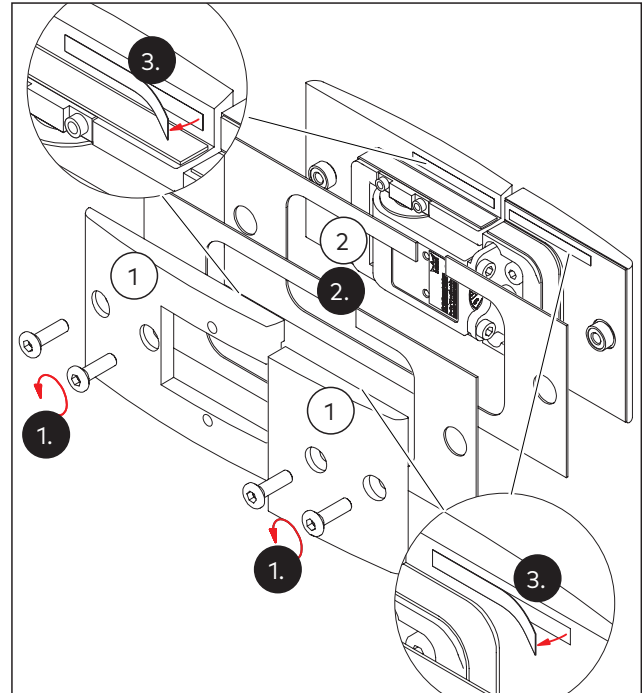

Fig. 28 Vorbereitung des Pendeltürbands
1. Die Gegenplatten (Abb. 28/1) abschrauben .
2. Die passenden Zwischenlagen (Abb. 28/2) nach Glasdicke auswählen (siehe Kapitel 4.2).